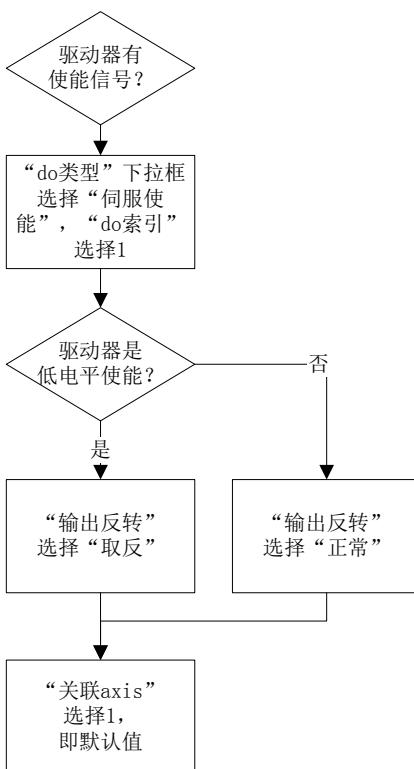

图 4-35 闭环模式下 do 配置流程
- (7) 切换至“di”页。调用 GT_GetDi()指令读取某一个输入开关的值时，0 表示输入低电平，1 表示输入高电平，一般情况下按默认值配置即可。
- (8) 切换至“do”页，如图 4-35 所示。